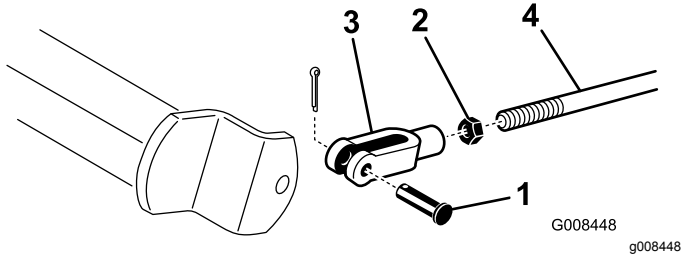

図 44
A. コッターピンとクレビスピンを外して、ブレーキロッドを外す 図 44。
- B. ジャムナットをゆるめ、クレビスを調整する 図 44。
- C. クレビスをシャフトに取り付ける 図 44。